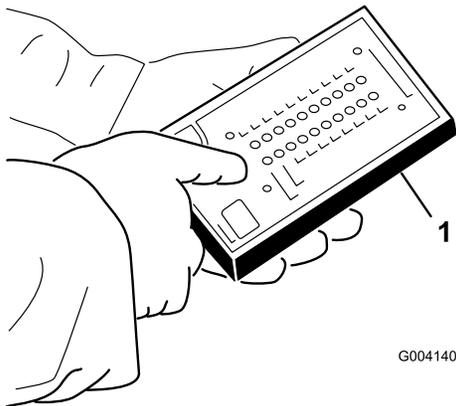

図 39
3. ハーネスのコネクタ (図 39) に ACE テスターを接続する。ACEディスプレイ表面にのせるオーバーレイの種類を間違えないでください。